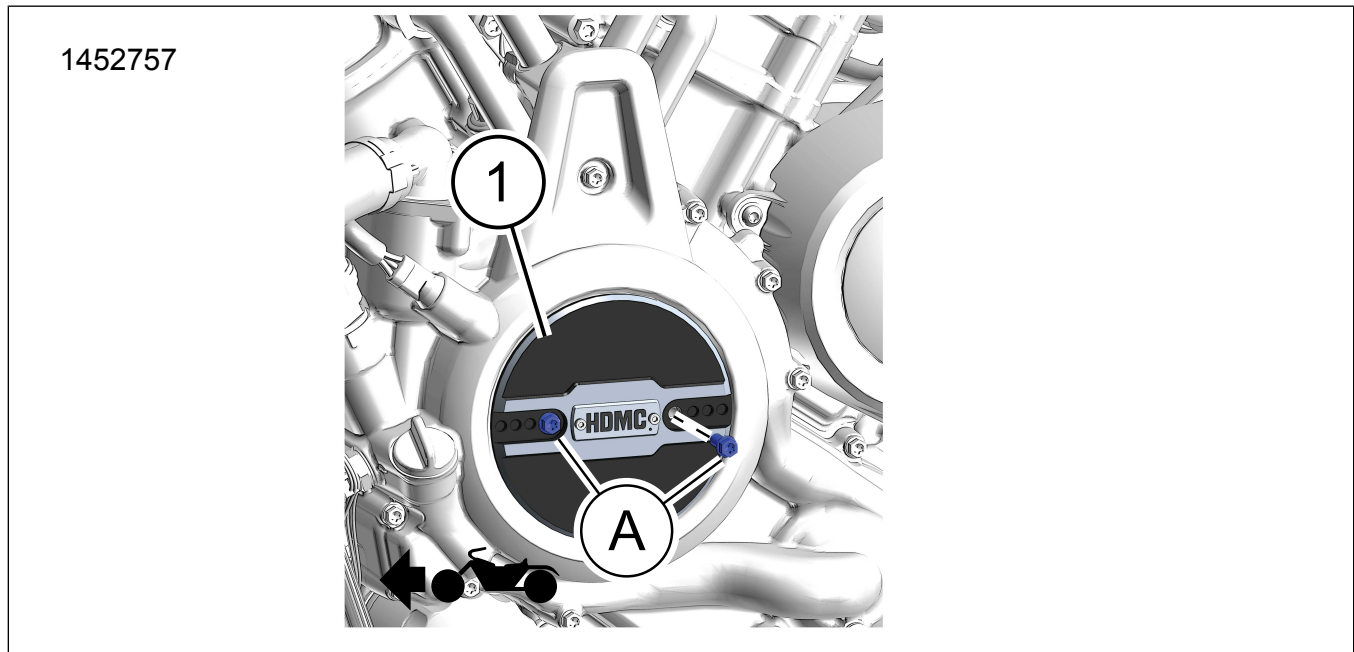
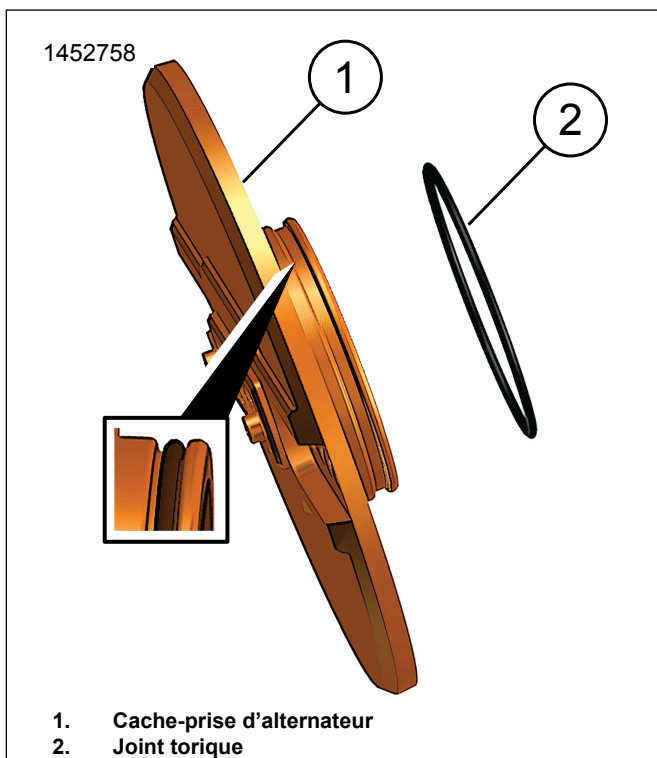

Figure 1. Contenu du kit : Kit du capot d'alternateur
Figure 2. Installation du joint torique
1. Voir la Figure 1. Retirez les deux vis (A) du couvercle de l'alternateur. Conservez les vis.
1. Voir la Figure 2. Enduisez le joint torique (2) d'huile propre.
2. Installez le **nouveau** capot de prise de l'alternateur (1).
3. Voir la Figure 1. Fixez-le à l'aide des vis d'origine (A). Serrer.